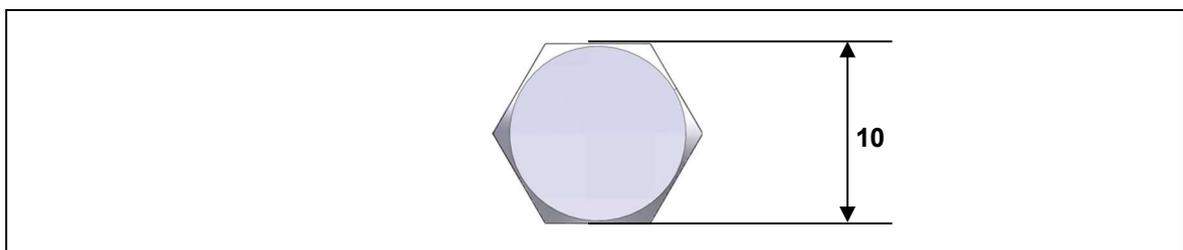

Abbildung 7 Skizze der Sechskantwelle (Angaben in mm)
- 3 Setzen Sie eine Welle (z.B. Sechskantwelle, siehe Abbildung 7) durch die Bohrung in der Applikation in den Antrieb ein.